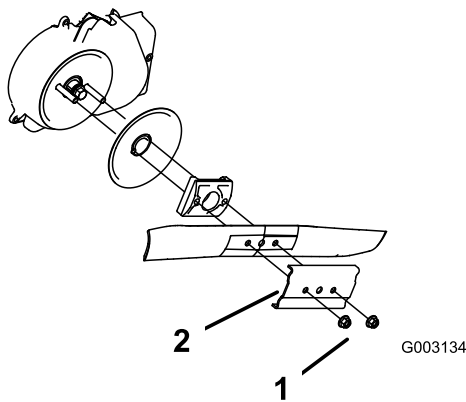

Figure 40
3. Retirez les 2 écrous de la lame et le renfort (Figure 40).
4. Déposez la lame (Figure 40).
5. Posez la nouvelle lame (Figure 40).